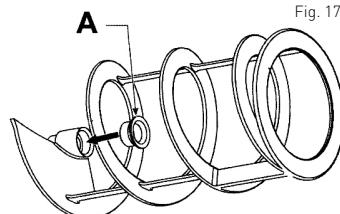

Fig. 17
- Controllare sempre lo stato della guarnizione (A) - se è usurata, sostituirla con una nuova (le guarnizioni sono forniti con l'apparecchio).
- Il dado della vite senza fine (A) deve essere sostituito almeno ogni 12 mesi.
- Installare il dado della vite senza fine (A) in conformità con le istruzioni (Vedi: Fig.17).